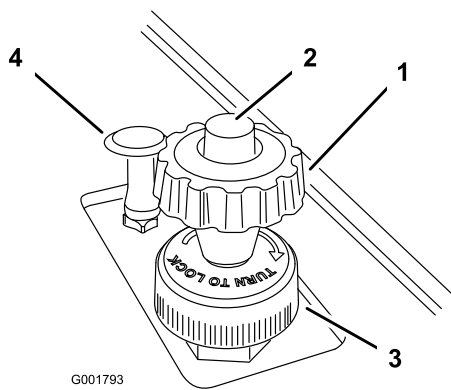

図 23
2. ボタンを押しながら、ノブを引き上げ、リミッタがアクセル・ペダルに当たったのが足に感じられたら、ボタンから指を離す（図 23）。
4. 希望する速度にセットされたら、速度リミッタの根元にあるロック・ダイヤルを右に回して設定を固定する(図 23)。ロックを解除する場合には、このダイヤルをゆるめる。